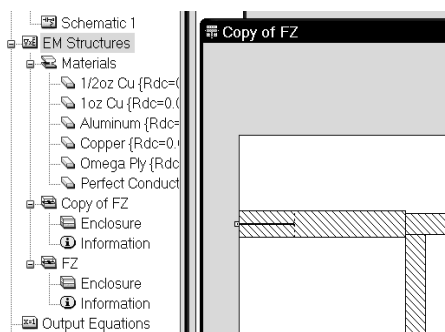

Рис. 1.46
1. Установите курсор на подгруппу электромагнитной структуры **FZ** в левом окне проекта, нажмите левую кнопку мышки и, не отпуская кнопки, переместите курсор на группу **EM Structures**, отпустите кнопку. В группе **EM Structures** появится подгруппа **Copy of FZ** (рис.1.46), а на рабочем поле откроется окно созданной копии нашей структуры.